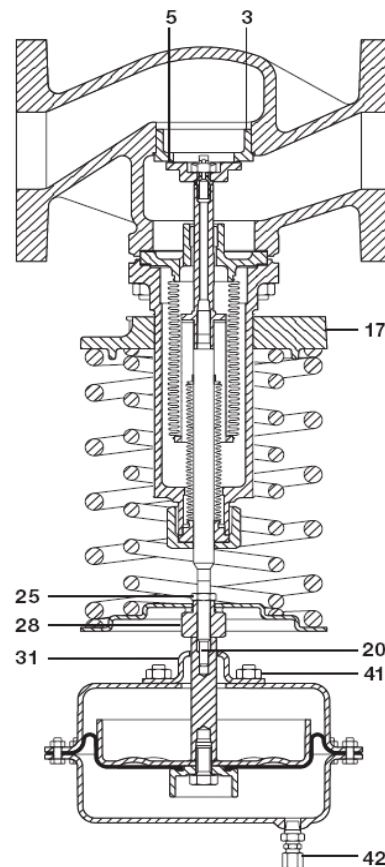

Fig. 7 DN65 tot DN100 voorgesteld.
Wanneer de regelaar gedemonteerd wordt voor inspectie of voor het vervangen van onderdelen, dan moet de maximum lichthoogte worden ingesteld volgens sectie 4.3.1 (zie fig. 7).
4.3.1. Instellen van de maximum lichthoogte (fig.7)
- Schroef de impulsleiding (42) los. Schroef de bevestigingsmoeren (41) los en verwijder de servomotor.
- Draai de regelmoer (17) tot de regelveer volledig ontspannen is.
- Klem de instelmoer (28) vast en draai de borgmoer (25) los.
- Duw op de klepsteel (20) tot de klep (5) haar zitting (3) raakt. Schroef de instelmoer (28) los tot zij de montageplaat (31) raakt.
- Klem de instelmoer (28) vast om rotatie te vermijden en span dan de borgmoer (25) aan volgens paragraaf 4.2.